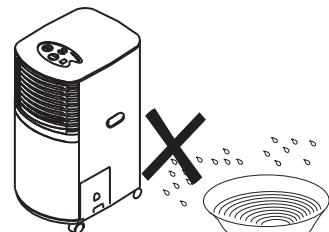

fig. 3
- Non utilizzare l'apparecchio in ambienti umidi, quali camere da bagno o lavanderie (fig. 3).